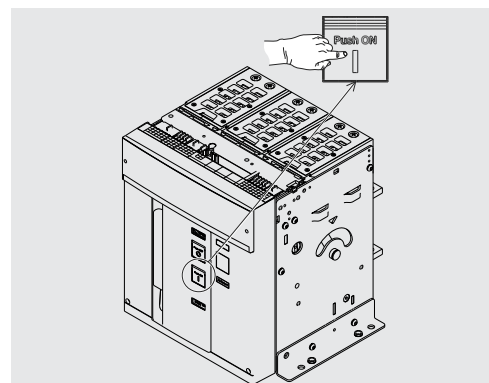

Рис. 25
4. Замыкание – Нажать на кнопку замыкания «I - Push ON», как показано на Рис. 25.